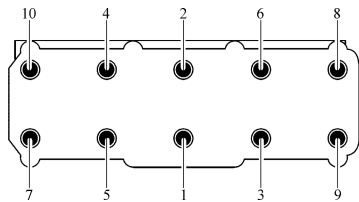

图 1-141 拧紧螺栓的顺序
2) 如图1-141所示（由中间向两边分三次拧紧螺栓），按如下方法拧紧气缸盖螺栓。
- ①用30N·m的力矩拧紧所有螺栓。
- ②用刚性扳手将所有螺栓继续转动1/4圈（90°）。
- ③再次将所有螺栓继续转动1/4圈（90°）。